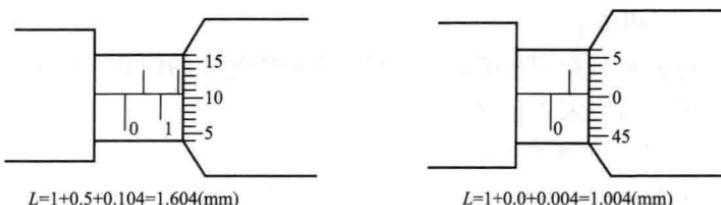

图 1-21 螺旋测微器的读法
- (4) 最终读数结果为固定刻度+半刻度+可动刻度，如图 1-21 所示。